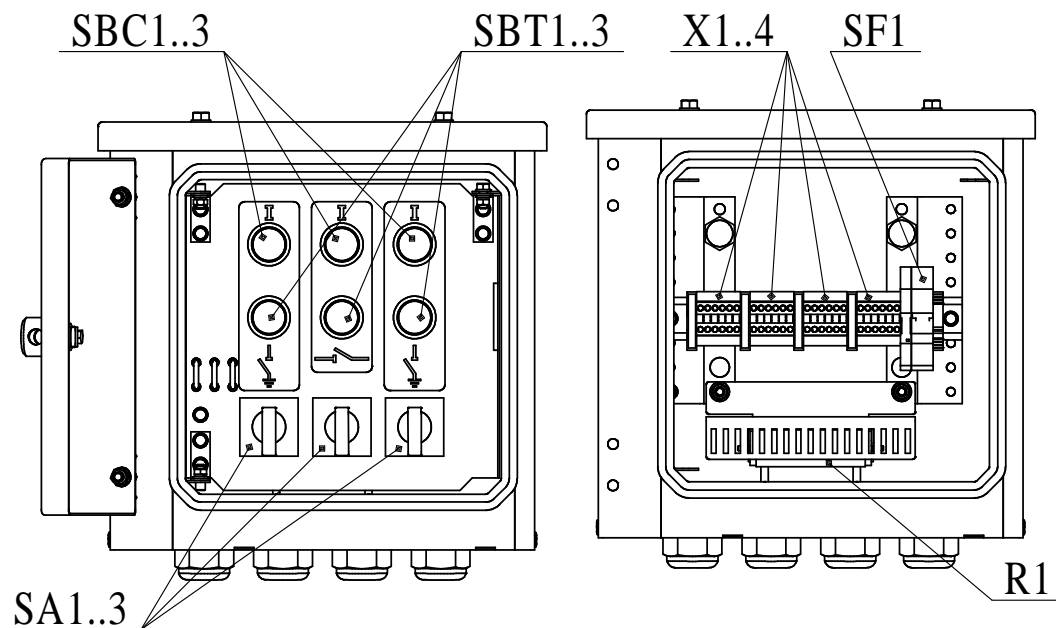

Рисунок 3 – Расположение элементов выносного блока управления
4.1.13 ВБУ представляет собой шкаф с герметично закрывающейся дверью (см. рисунок 3). Внутри шкафа установлены: кнопки включения *SBC1..3* и отключения *SBT1..3*, переключатели режимов управления *SA1..3*, антиконденсационный обогреватель и защитный автоматический выключатель.